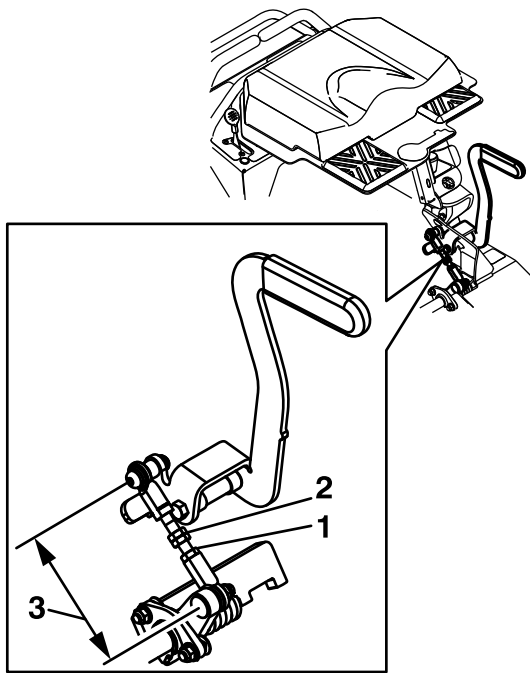

Figure 22
6. Pour régler le frein, desserrez l'écrou de blocage au niveau de l'extrémité inférieure de la rotule. Conservez la goupille fendue et la rondelle sur la tige de tringlerie. Desserrez les 2 écrous de blocage de la tige de tringlerie de frein entre les 2 rotules, comme montré à la Figure 22. Tournez la tige de tringlerie dans le sens horaire pour réduire l'écartement et dans le sens antihoraire pour l'augmenter.